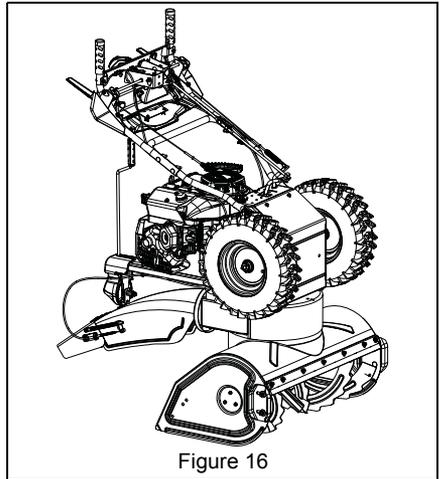

Figure 16
Voir Figure 16.
1. Mettre la machine en position pour l'entretien. Voir Figure 16.